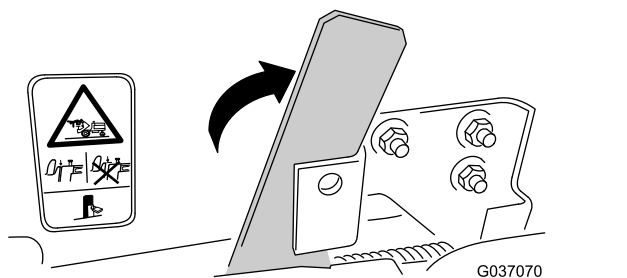
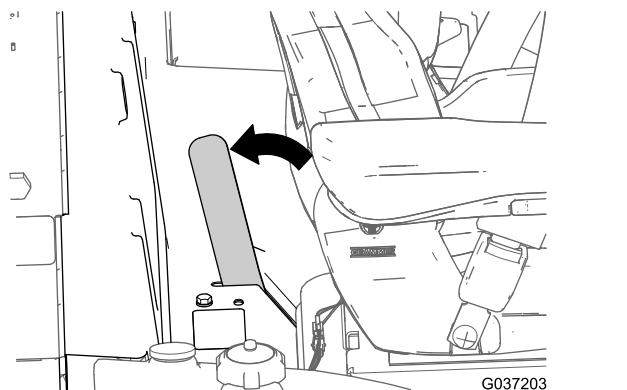

図 39
図 40
3. 運転台を完全に下げ、ラッチのハンドルを機体後方に動かして 図 39 または 図 40 ラッチのフックをロックバーに掛けて運転台を固定する。